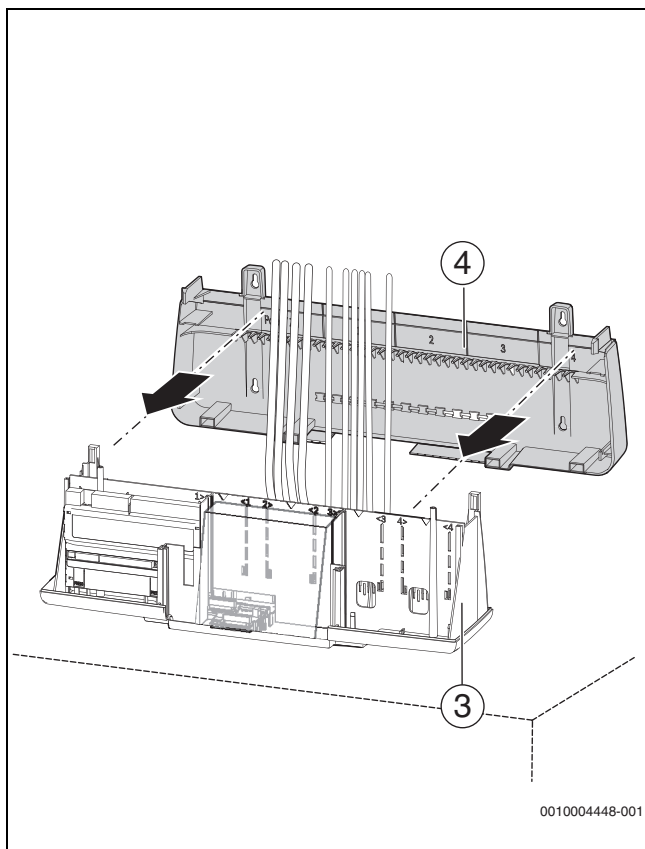

Fig. 40 Fixarea peretelui din spate pe partea inferioară a carcasei
- ▶ Fixați peretele din spate (→ fig. 40, [4], pagina 32) pe partea inferioară a carcasei [3].